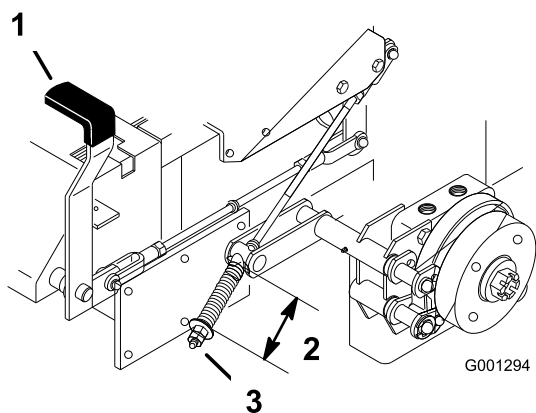

Figure 73
2. Mesurez la longueur du ressort (Figure 73).
3. Si un réglage est requis, desserrez le frein de stationnement, desserrez l'écrou de blocage situé sous le ressort et réglez l'écrou directement au-dessous du ressort (Figure 73).